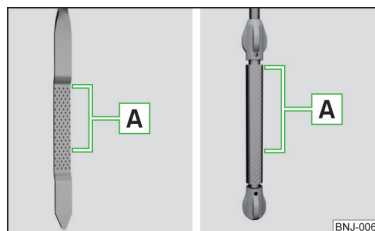

Abb. 260
Der Ölstand muss im Bereich **A** liegen » Abb. 260. Liegt der Ölstand unterhalb des Bereichs **A**, das Öl nachfüllen.
- Der Ölstand darf keinesfalls außerhalb des Bereichs **A** liegen » Abb. 260 - anderenfalls besteht die Gefahr der Beschädigung des Motors sowie der Abgasanlage.